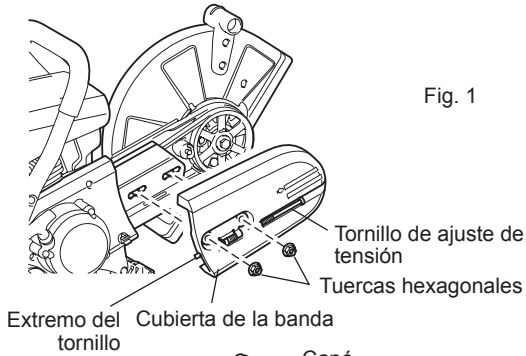

Fig. 1
- Afloje la tuerca de fijación, gire el tornillo de ajuste de tensión hacia la izquierda hasta que el extremo del tornillo sea visible. (Fig. 1)
- Quite las tuercas de fijación y quite la cubierta de la banda. (Fig. 1)